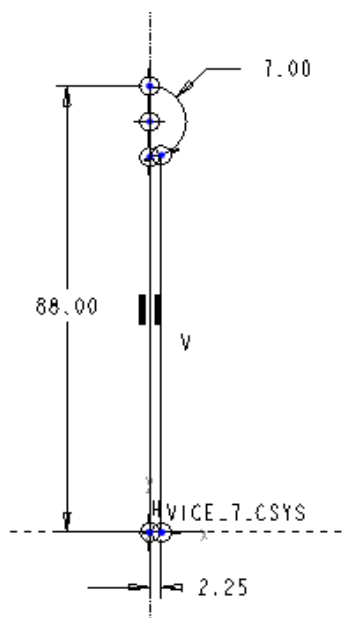

図 6-18 設計寸法指定後の輪廓形状
- 「終了」を選択すると、図 6-18 のようにスケッチは設計値に修正される。